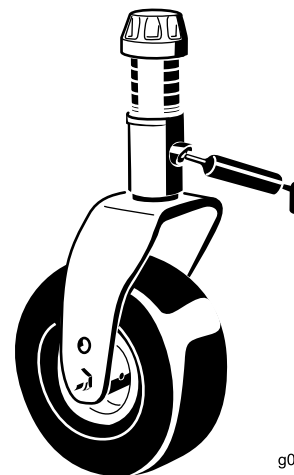

Figure 39
- Bagues d'axe de fourche de roue pivotante (2) (Figure 39)